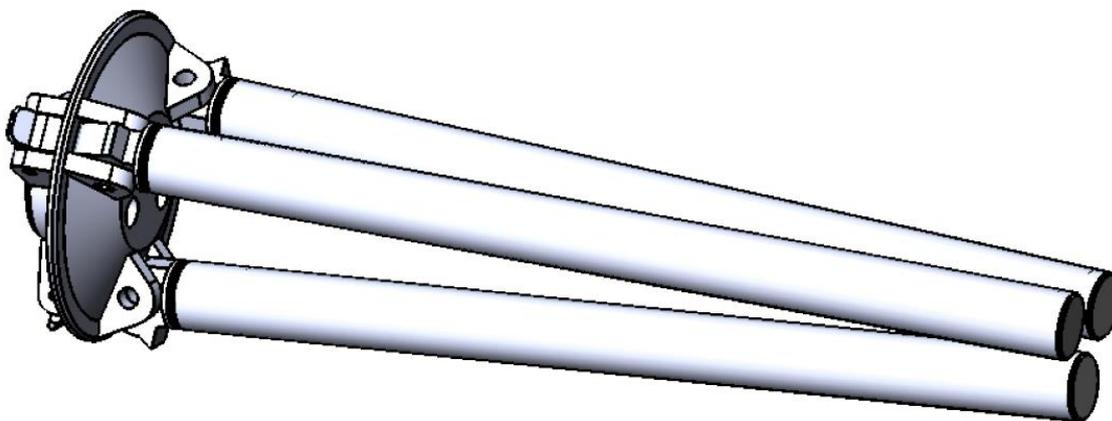

Рисунок 1.2.8 – 2. Планки Антипаника с турелью
2. Планки Антипаника с турелью (рис. 1.2.8) – 1 комплект;